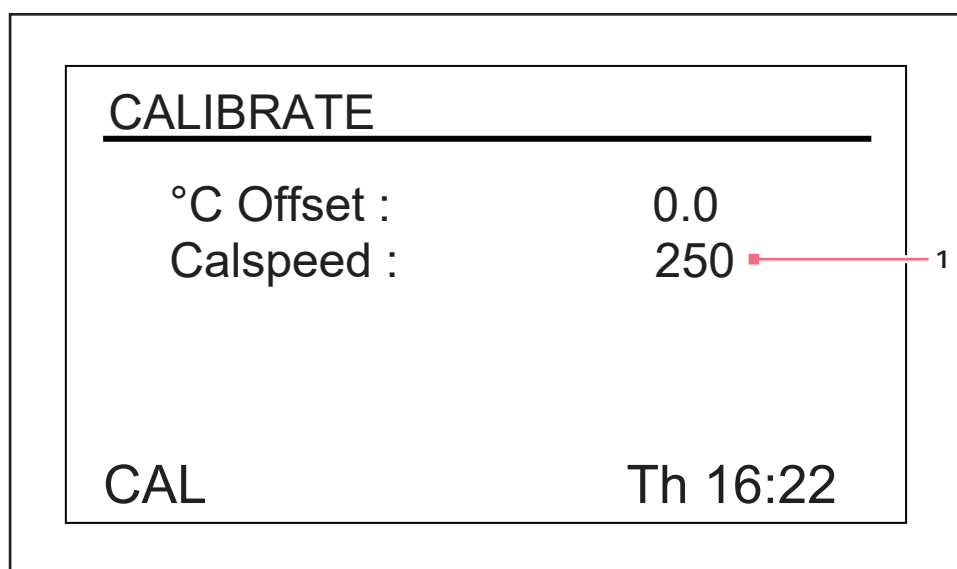

Рис. 9-15: Калибровка экрана
1. С помощью ручки управления перейдите на экран калибровки (*CAL*) (см. рис. 9-15 на стр. 68).
Функция **Calspeed**, доступная на экране калибровки **CAL** (см. рис. 9-15 на стр. 68), используется для калибровки скорости механизма перемешивания. Скорость откалибрована на заводе-изготовителе и ее повторная калибровка требуется только в том случае, если был заменен главный рабочий компонент (напр., приводной ремень).